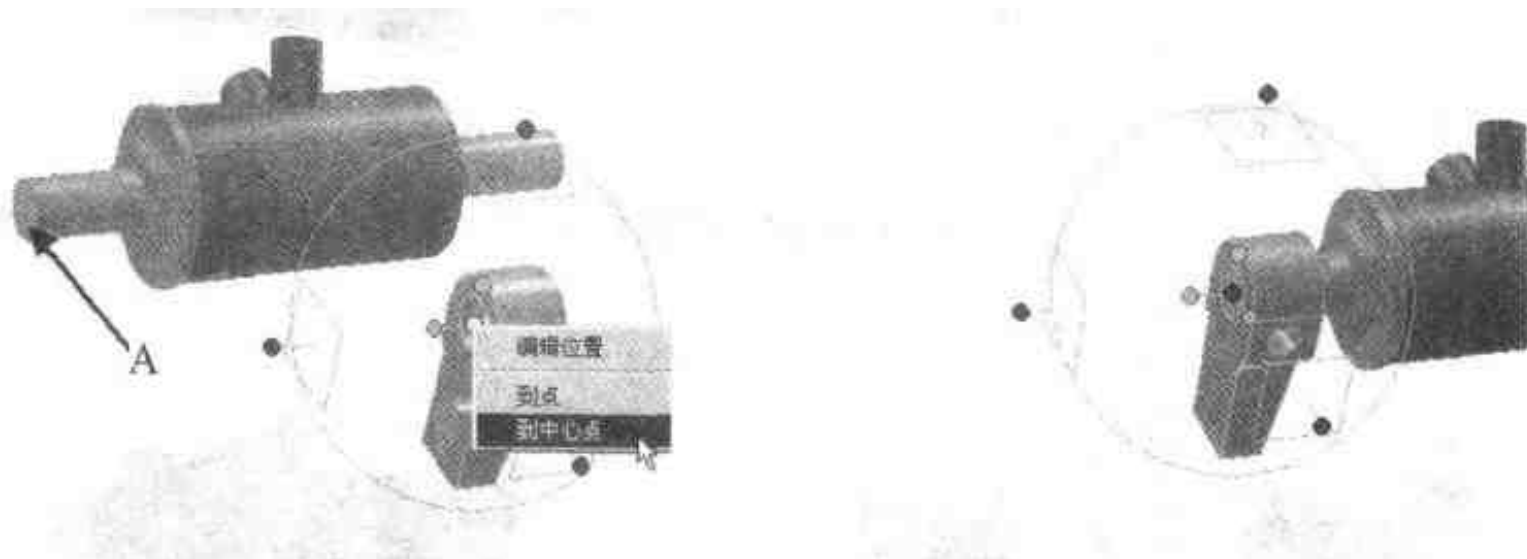

图 3.22 移动左脚蹬
- (5) 右击三维球中心手柄, 在弹出的快捷菜单中选择【到中心点】命令。接着选择中轴杆左端面上的圆(A), 如图 3.22 所示。